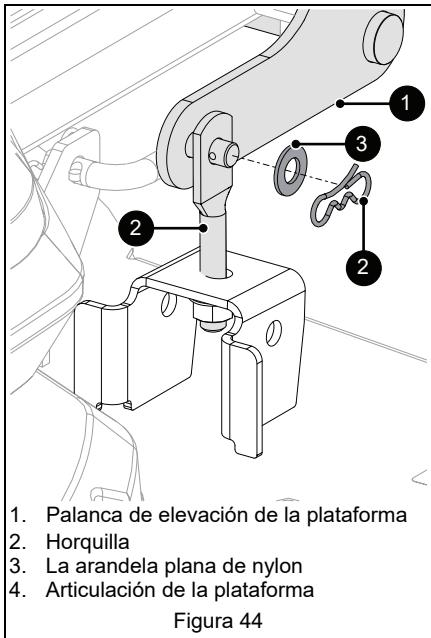

Figura 44
1. Coloque la plataforma por debajo de la unidad. Consulte Figura 44.